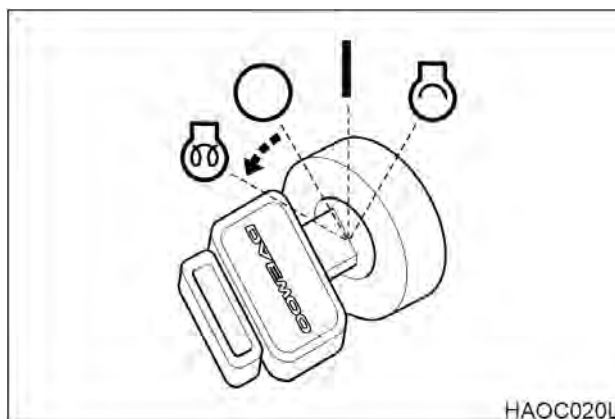
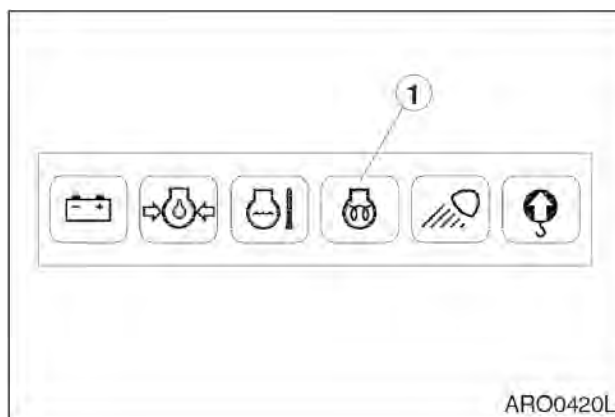

Рис. 8
Рис. 9
4. Повернуть стартер в положение предварительного прогрева (PREHEAT), рис. 8. Держать его в этом положении 19 секунд. Когда цикл подогрева завершится, загорится индикатора завершения подогрева (1, рис. 9).